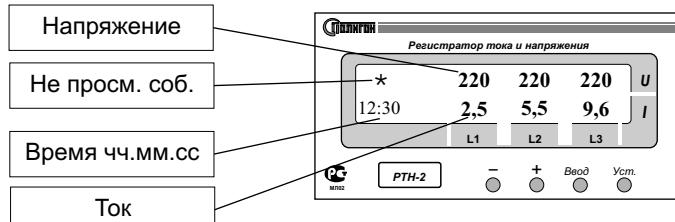

Рис.1
4.1.2. На индикаторе высвечивается текущие показания напряжения, тока и текущее время (Рис.1).